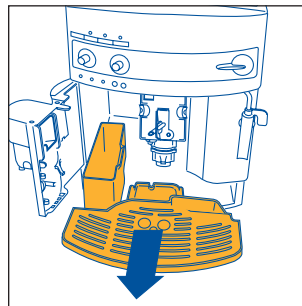

Fig. 16
NOTA 7: la máquina cuenta la cantidad de cafés que se sirven. Cada 14 cafés individuales (o 7 dobles), el piloto 🔦 se enciende de manera fija (cap. 12 punto 3) advirtiéndole que el recipiente de los posos está lleno y que hay que vaciarlo y limpiarlo. Hasta que no se limpia el recipiente de los posos, el piloto queda encendido y la máquina no puede hacer el café. Para limpiar, abra la portezuela de servicio situada en la parte delantera tirando de la manija correspondiente, fig. 15; se enciende el piloto 🔦 que parpadea (véase § 12 punto 9), entonces extraiga la bandeja recogegotas (fig. 16) vacíela y límpiela. Vacíe y limpie muy bien el recipiente de los posos procurando eliminar todos los residuos que puedan estar depositados en el fondo. Seque también las gotas de condensado que se depositen en el interior de la máquina, abajo de la bandeja recogegotas. **IMPORTANTE:** cuando se extrae la bandeja recogegotas es **OBLIGATORIO** vaciar siempre el recipiente de posos de café incluso si está poco lleno. Si esta operación no es efectuada, puede suceder que, cuando se preparan otros cafés, el recipiente de posos se llene más del previsto y que la máquina se atasque de pastillas usadas.
- extraiga la bandeja recogegotas y el recipiente de los posos (fig. 16) y lávelos;